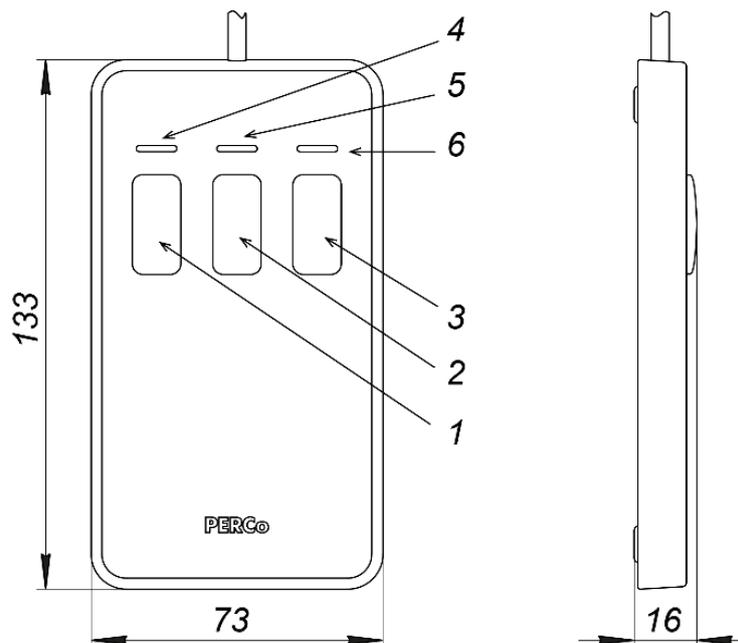

Рисунок 7. Общий вид и габаритные размеры ПДУ
ПДУ (14) выполнен в виде небольшого настольного прибора в корпусе из ударопрочного АБС пластика и предназначен для задания и индикации режимов работы при ручном управлении ЭП. Внешний вид и габаритные размеры ПДУ показаны на рис. 7.